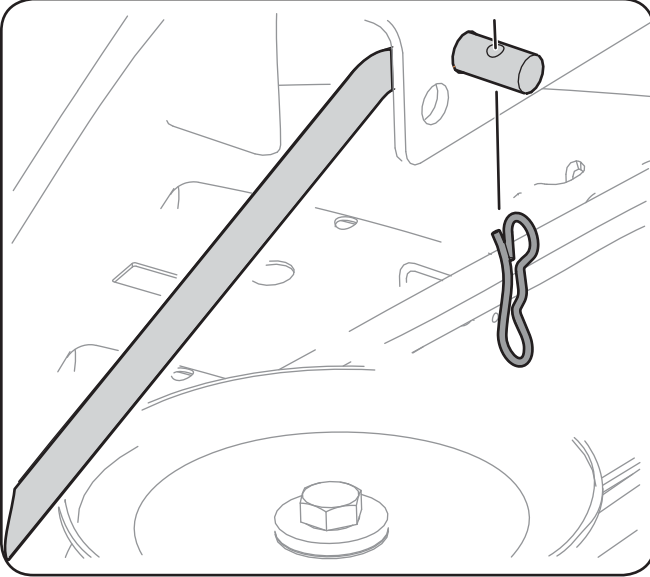

Figure 7-4
12. Dégagez la goupille fendue de la tige de relevage avant du plateau de coupe la maintenant sur le plateau de coupe. Voir la Figure 7-4. Dégagez la tige de relevage du plateau de coupe du support d'accrochage avant.